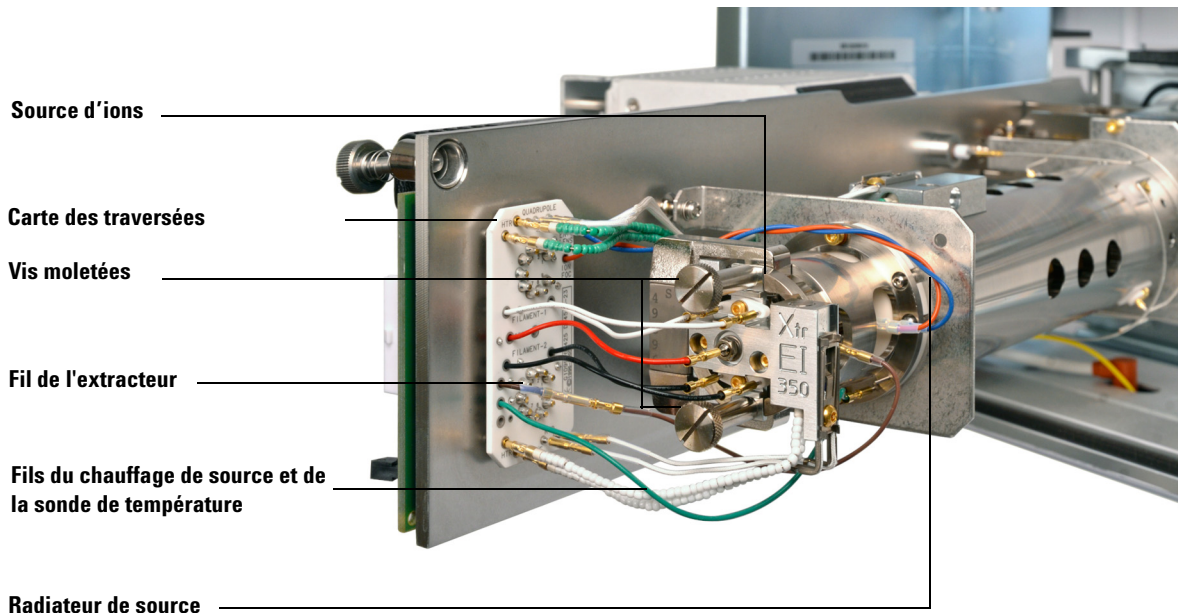

Figure 21 Dépose de la source à EI
- 3 Si une source à EI standard ou inerte est utilisée, débrancher les sept fils de la source d'ions. Ne pas plier les fils plus que nécessaire (voir Figure 21 à la page 155 et Tableau 16).
- 4 Si une source d'ions avec extracteur à EI est utilisée, débrancher les huit fils de la source d'ions. Ne pas plier les fils plus que nécessaire (voir Figure 21 à la page 155 et Tableau 17).